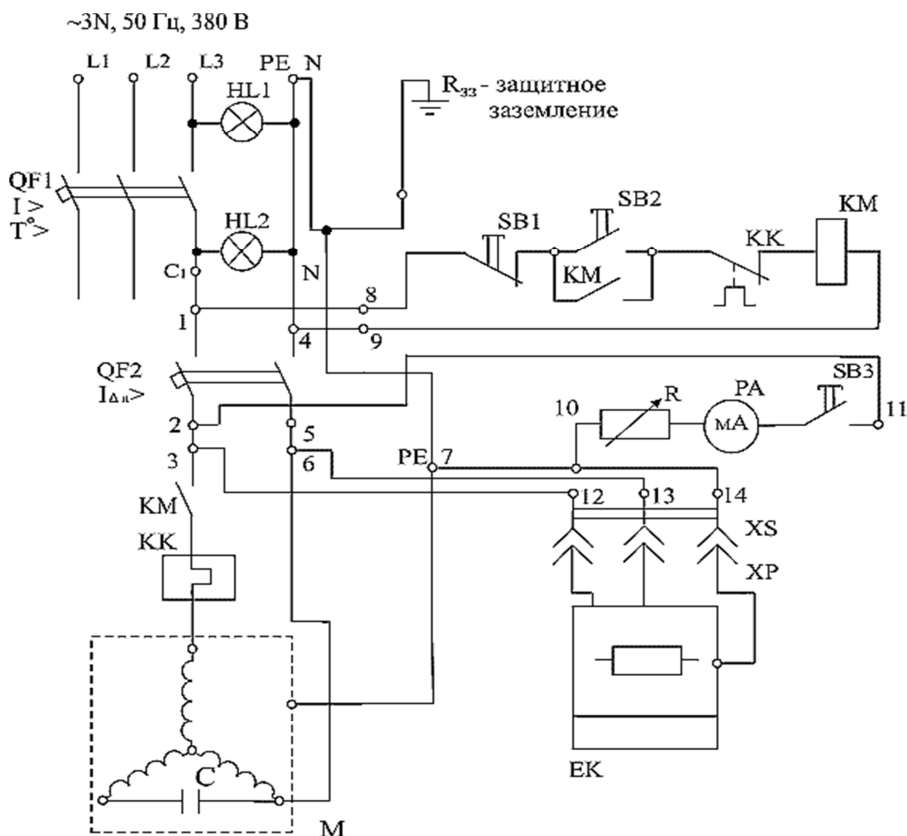

Рис. 6.7. Принципиальная электрическая схема электроснабжения объекта с системой TN-C-S
2. Изучите принципиальную электрическую схему электроснабжения объекта с системой TN-S-S (рис. 6.7).
3. Цветным маркером произведите обозначение коммутации между соответствующими клеммами блока зажимов на рис. 6.7.